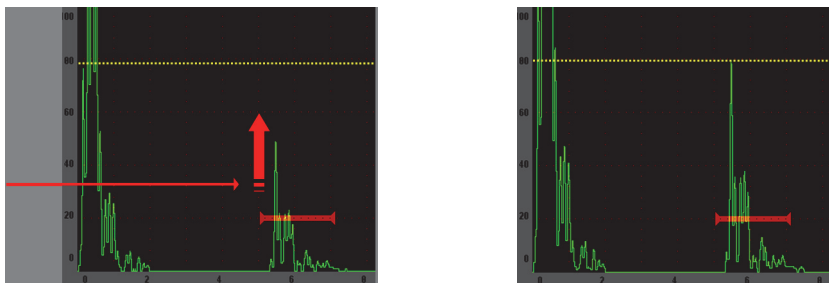

Рис. 2-8 Функция AUTO-XX%
- Нажатие [2ND F], (AUTO XX%) активирует функцию AUTO XX%, которая автоматически настраивает усиление с целью установить стробированную амплитуду эхо-сигнала на XX% полной высоты экрана (значение XX по умолчанию - 80 %). См. Рис. 2-8 на стр. 37.